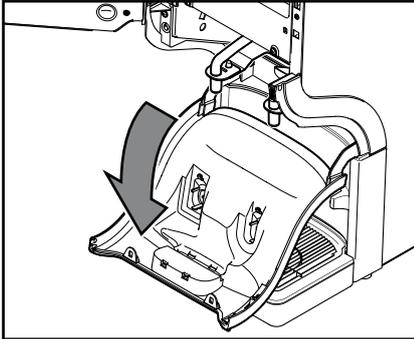

Fig. 26
- b. Puxe a cobertura das saídas para baixo. (Fig. 26)